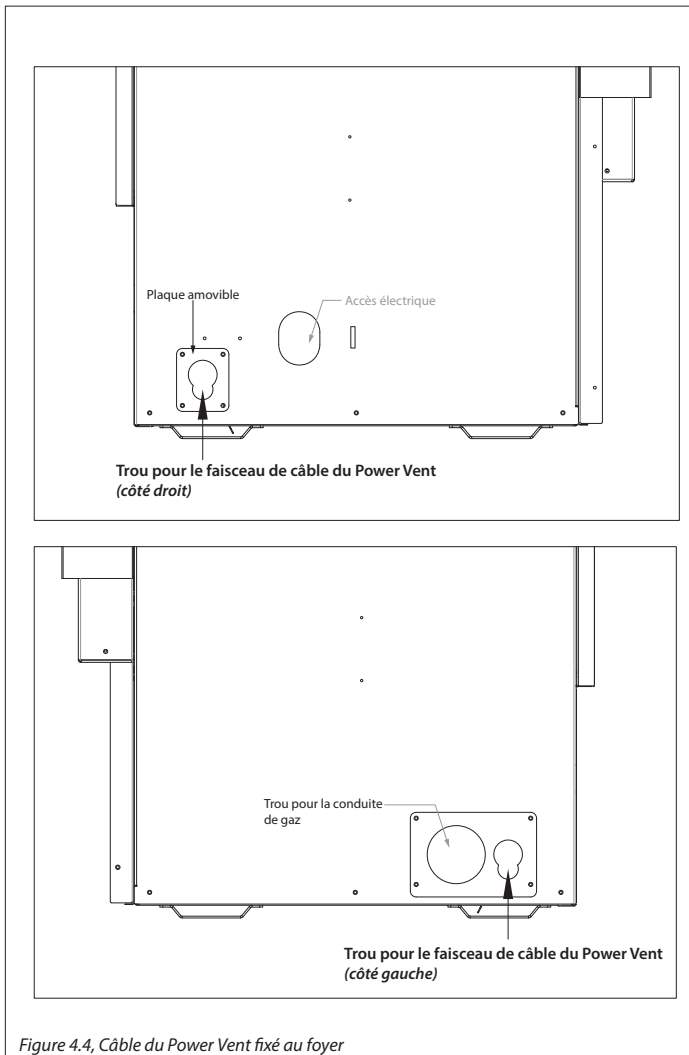

Figure 4.4, Câble du Power Vent fixé au foyer
1. En fonction de l'emplacement de votre sortie d'évacuation, il ya deux plaques amovible du Power Vent. Repérez le trou d'un côté ou l'autre du foyer, pour l'accès au câblage du Power Vent. Retirez les vis de fixation de la plaque pour l'installation du câble. Réinstallez la plaque lorsque vous terminés. Voir Figure 4.4.